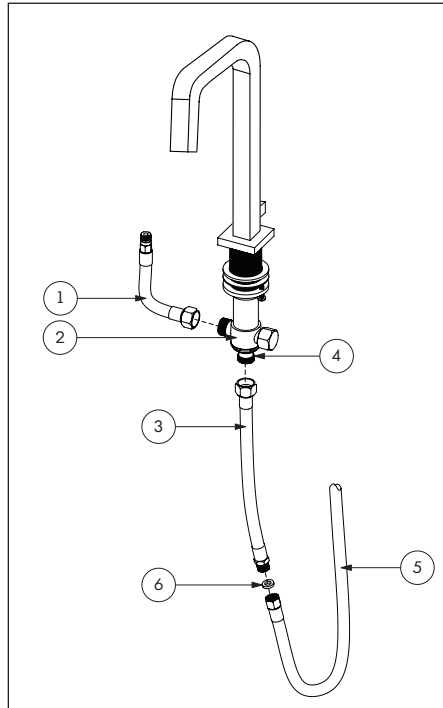

Fig.5
Screw the spout hose (1) to the "T" joint of the faucet base (2). Screw the hose extension of the handshower (3) at the base of the faucet (4). Place the washer (6), then connect the hose extension (3) to the handshower hose (5). Fig. 5
Visser le buyau de bec (1) au "T" joint de la base du robinet (2). Visser l'extension du boyau de la douchette (3) à la base du robinet (4). Placer la rondelle (6), ensuite connecter l'extension du boyau (3) sur le buyau de la douchette (5). Fig. 5.